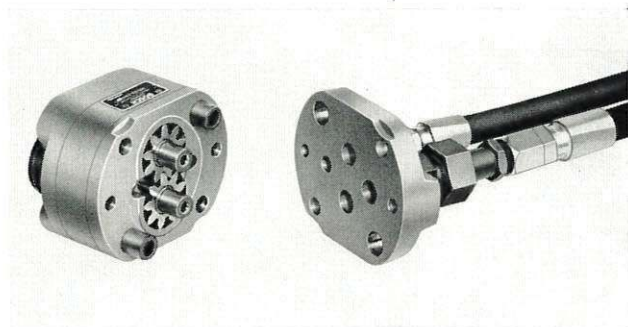

Abbildung 7: Die hydraulische Flüssigkeit wird durch eine Zahnradpumpe, die vom Antriebsmotor angetrieben wird, umgewälzt.
1. Eine Zahnradpumpe, die über einen Keilriemen vom Antriebsmotor der Setzmaschine mit angetrieben wird (Abbildung 7).